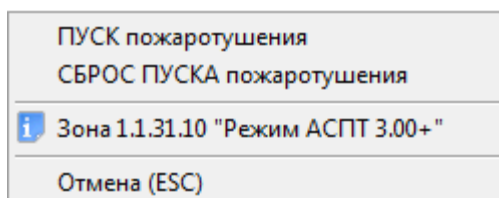

Рисунок 8-154 Контекстное меню для входа с типом "Режим прибора"
- Управление пуском пожаротушения и сбросом (отменой) пуска пожаротушения (см. Рисунок 8-154);